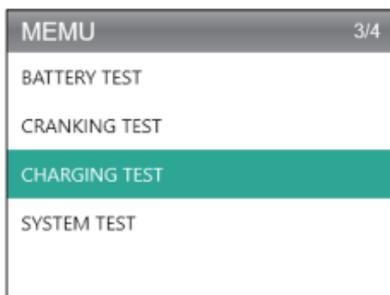

図 4.4.1
1. [ 充電テスト ] を選択して、[ OK ] を押します。(図 4.4.1 を参照)